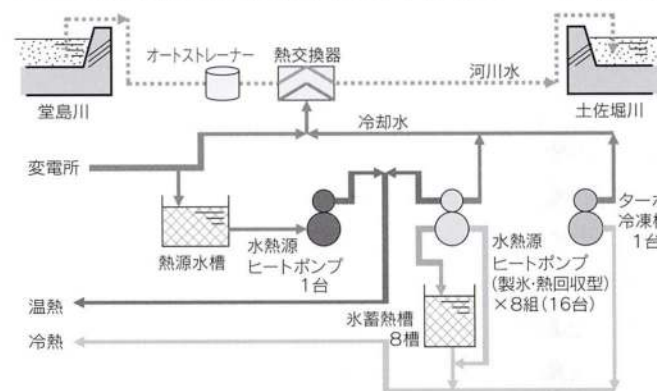

図3 中之島3丁目地区地域冷暖房プラントシステム図
(1) 河川水利用氷蓄熱式ヒートポンプ 地域冷暖房の熱源として、年間を通じて温度変化が比較的小さい河川水を熱源とするヒートポンプと大規模氷蓄熱を採用し、負荷平準化を図っている（図3）。